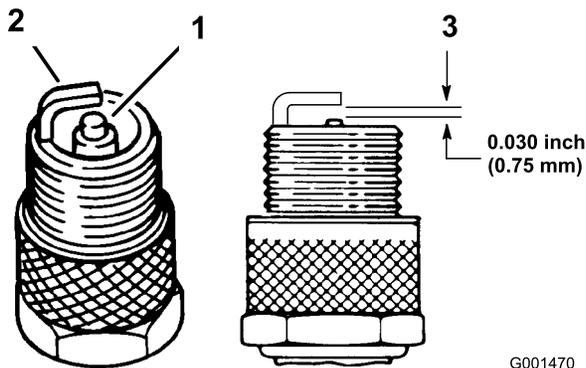

Figure 19
1. Examinez le centre des bougies (Figure 19). Si le bec de l'isolateur est recouvert d'un léger dépôt gris ou brun, le moteur fonctionne correctement. S'il est recouvert d'un dépôt noir, cela signifie généralement que le filtre à air est encrassé.
2. Contrôlez l'écartement entre l'électrode centrale et l'électrode latérale (Figure 19). Courbez l'électrode latérale (Figure 19) si l'écartement est incorrect.
3. Connectez les bougies (Figure 19).